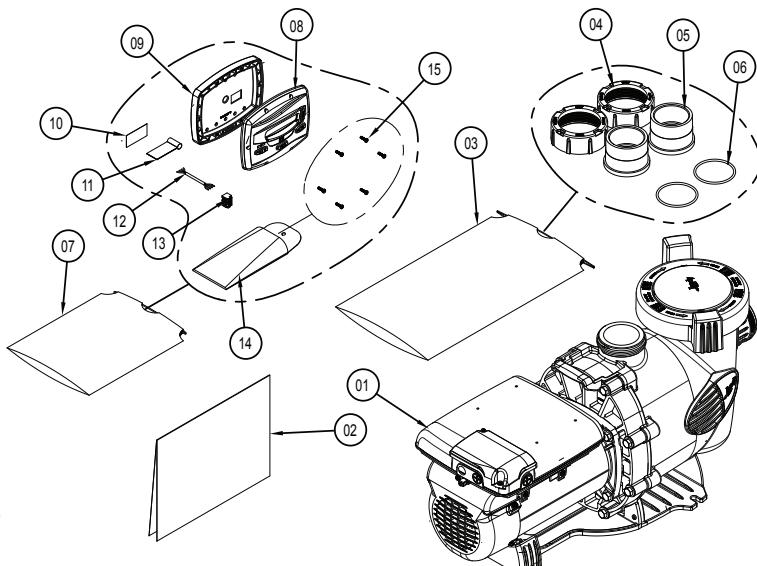

Figura 1. Contenido de la caja
- **Número de bocas de succión por bomba** - Deben proporcionarse al menos dos (2) bocas de succión hidráulicamente equilibradas, con sus tapas, como salidas para cada línea de succión de la bomba de circulación. Los centros de las bocas de succión (bocas de succión) en una (1) línea de succión deben estar separados por lo menos tres (3) pies (1 m) de distancia, de centro a centro. Véase Figura 1.
2. Inspeccione el contenido de la caja y verifique que todas las piezas estén incluidas, véase "Figura 1. Contenido de la caja".